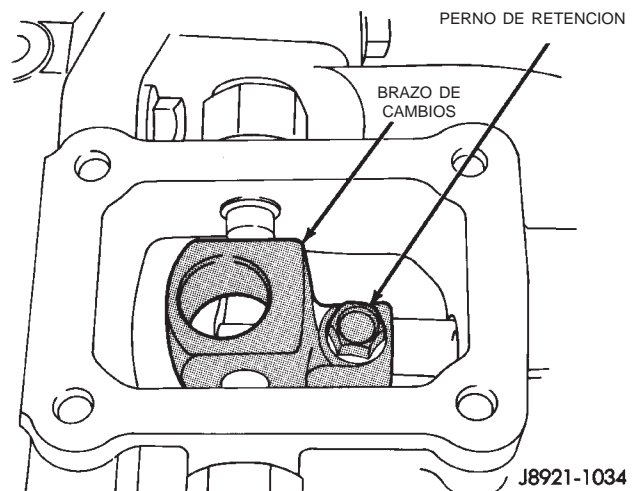

Fig. 22 Desmontaje del perno de retención del brazo de cambios
- (10) Retire el perno de retención del brazo de cambios (Fig. 22).